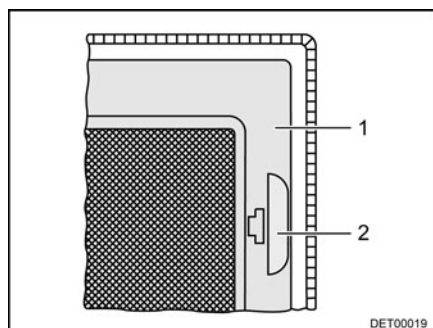

Fig. 61 Moustiquaire
- Tirer sur la poignée (Fig. 61,2).
- Rabattre la moustiquaire (Fig. 61,1) vers le bas.
- Faire basculer la moustiquaire (Fig. 61,1) vers le haut jusqu'à ce qu'elle s'enclenche.